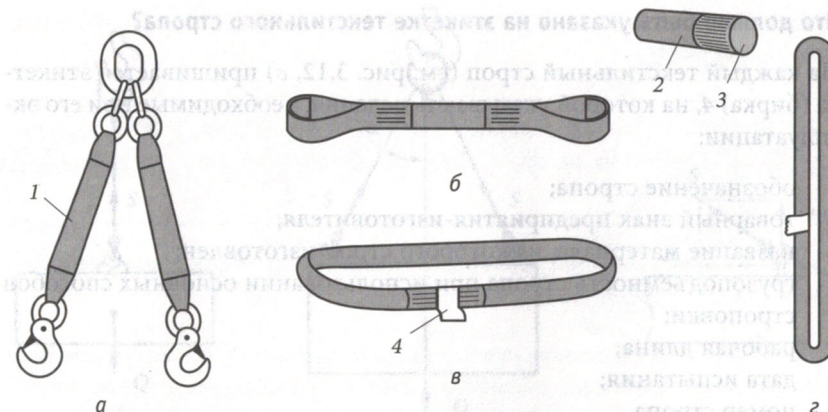

Рис. 3.12. Текстильные стробы:
1. Ветвевые (рис. 3.12, а):
2. Универсальные (рис. 3.12, б—г):
На каждый текстильный строп (см. рис. 3.12, в) пришивается этикетка (бирка) 4, на которой указывают сведения, необходимые при его эксплуатации: